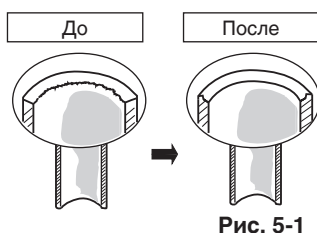

Рис. 5-1
- Удалите заусенцы на каждом из концов медного трубопровода с помощью развертки или напильника. Этот процесс является очень важным и должен выполняться осторожно, чтобы получилось хорошее коническое соединение. Следите за тем, чтобы загрязнения (влага, грязь, металлические опилки и т.п.) не попали в трубопровод. (Рис. 5-1 и 5-2)